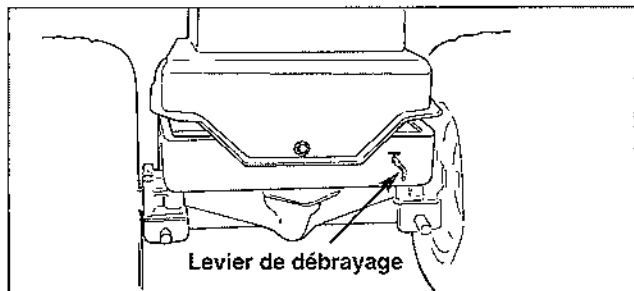

Figure 3. Levier de débrayage de la transmission - Modèles hydrostatiques
2. Relever le levier de débrayage de la transmission, le tirer en arrière de 2,5 cm environ, puis le pousser vers le bas pour le verrouiller en position de débrayage (Figure 3).